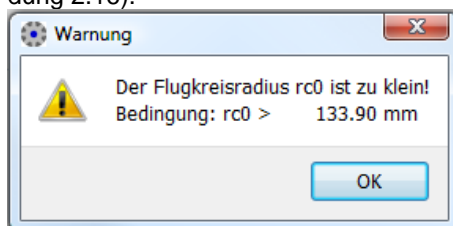

Abbildung 2.16 Warnmeldung, wenn der Flugkreisradius kleiner ist als die Empfehlung
9. Unter „Herstelltdaten“ die Herstellung **„Einzel teilendes Verfahren“** anwählen und den „Flugkreisradius“ eingeben. Wir empfehlen die Auslegungsfunktion  rechts neben dem Eingabefeld „Flugkreisradius“ zu verwenden um einen Vorschlag für die minimale Messerkopfgrösse zu erhalten (gemäss Klingelnberg „Kegelräder“ S. 70) und daraufhin den tatsächlich verwendeten Messerkopfradius aus der Produktion einzutragen. Zusätzlich wird eine Warnung ausgegeben, wenn der Fräskopfradius kleiner ist als die Empfehlung, da in der praktischen Anwendung der Zahneingriff möglicherweise nicht korrekt ist (siehe Abbildung 2.16).